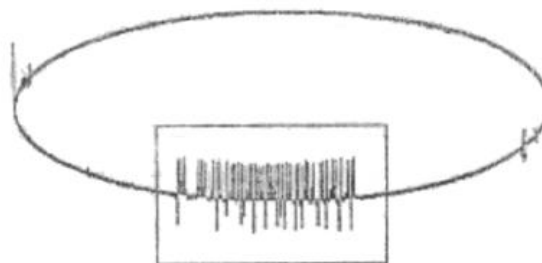

图 7-3 零标及电晕示意图
2. 当电晕放电图形出现在椭圆 270° 相位时, 如图 7-3 示, 表明检测系统电源电压与试验电压是同相同极性。也即正零标线是检测系统电源电压与试验电压共同的零相位。负零标线是共同的 180° 相位。